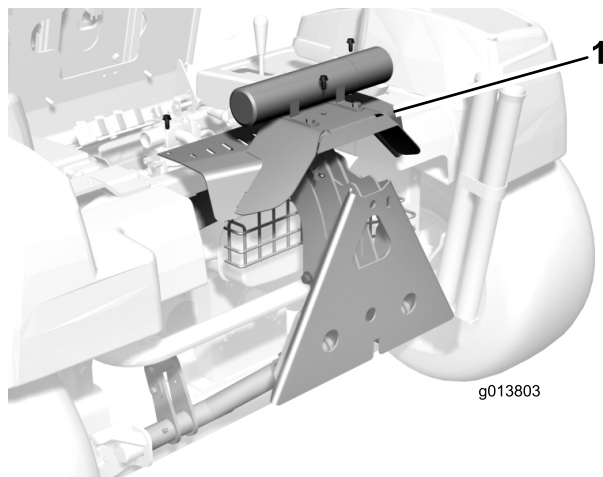

図 1
4. 後カバー・アセンブリをフレームに固定しているねじ3本を外す(図 1)。カバーを取り外す。